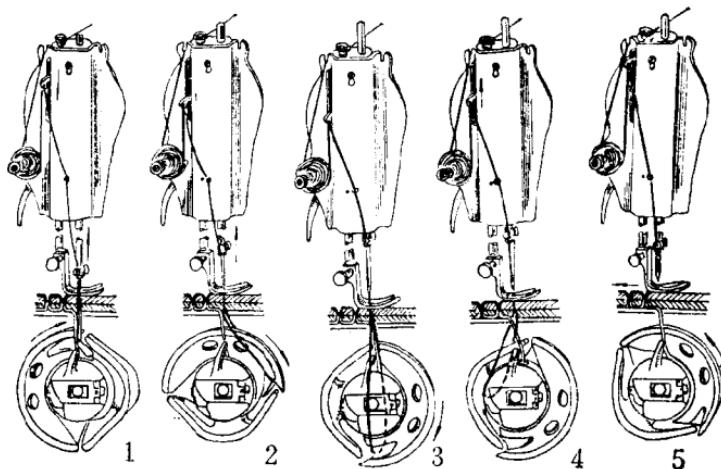

图 5 摆梭形成线迹的过程
**勾线：**摆梭从左极限位置（即机针下降到最低位置的时候）向右摆动，至摆梭嘴刚勾入线环止，这个阶段称之为勾线阶段。这一阶段的主要任务是使摆梭嘴能顺利地勾入线环（见图5中之1）。
**分线：**自摆梭嘴勾住线环至将要脱出线环止称做分线阶段（即机针自下返回至最高位置的时候）。这一阶段的主要任务是，摆梭嘴勾住线环后继续向右摆动，要把线环拉长和扩大，使其套过藏在摆梭里、绕在梭心上的底线。同时把勾住的面线线环分在摆梭的两侧，不使线环进入摆梭滑动的轨道里。分线时主要依靠梭床盖的分线斜面和摆梭上的弧翼，使线环趋向梭心套的左边，顺利地套过梭心套。这个阶段需由挑线杆密切配合，输送足够的面线以供摆梭扩大线环用（见图5中之2-3）。
极限止，称做脱线环阶段。这一阶段的主要任务是将面线环扩大到套过底线，并从摆梭上脱出线环(见图 5 中之 4)。
抽线环：摆梭自右极限回至左极限止（即机针一上一下完成一个全行程），称做抽线环阶段，也叫做摆梭返回阶段。这个阶段的主要任务是待摆梭完成勾线任务后，从右极限位置返回到左极限位置，由挑线杆把线迹收紧，并从线团里拉出一段线，供形成下一个线迹用(见图 5 中之 5)。